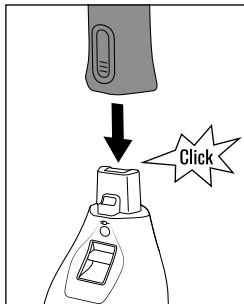

Bild 1
- ◆ Sätt försiktigt det långa skaftet ② på motorenheten ⑧ så att det klickar fast (se bild 1).